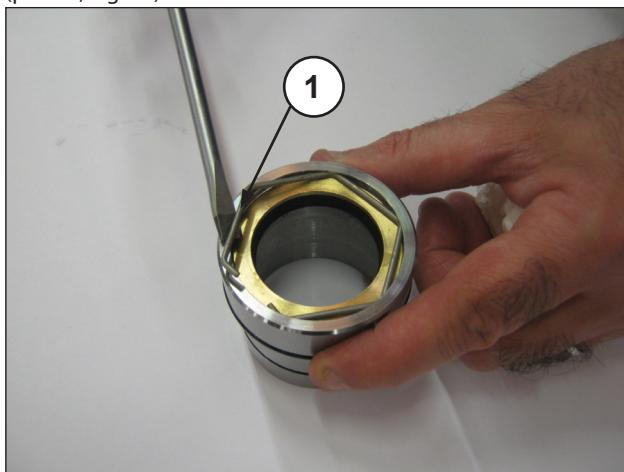
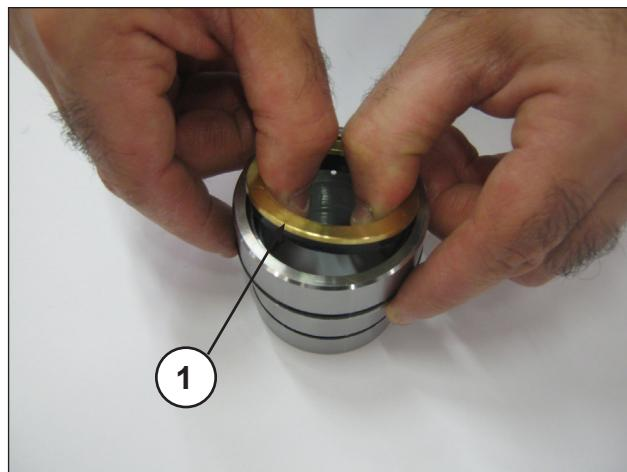

Fig. 27
Fig. 28
Para retirar o vedante de baixa pressão, é necessário extraí-lo o anel de bloqueio (pos. ①, Fig. 27) e o anel de estanqueidade (pos. ①, Fig. 28).